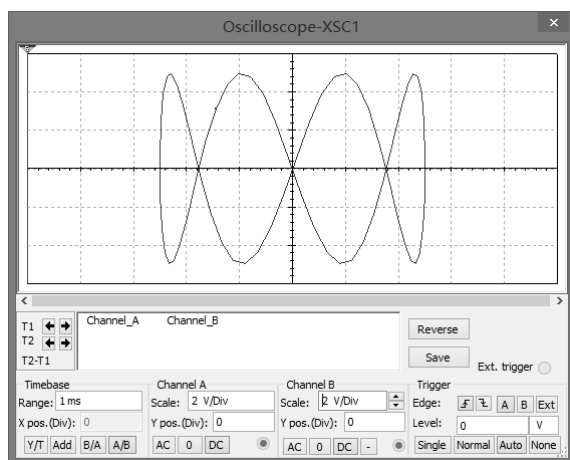

图 4.3.20 示波器观测所得波形
(2) 将示波器连在电路上, 打开示波器, 运行仿真, 通过更改示波器设置观察波形, 并记录如图 4.3.20 所示。